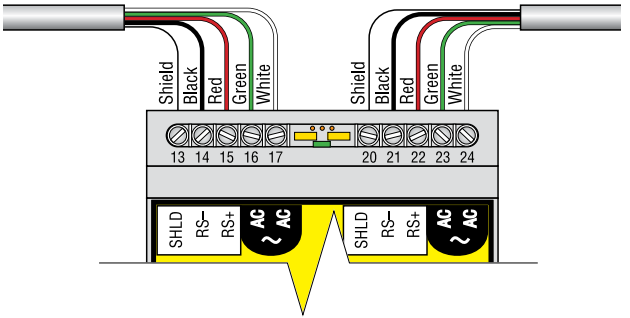

图 4 电力电缆和遥测电缆连接
- 剥离主线，露出约 6 毫米 (1/4 英寸) 长的导线，按以下方式进行连接：(参见图 4)